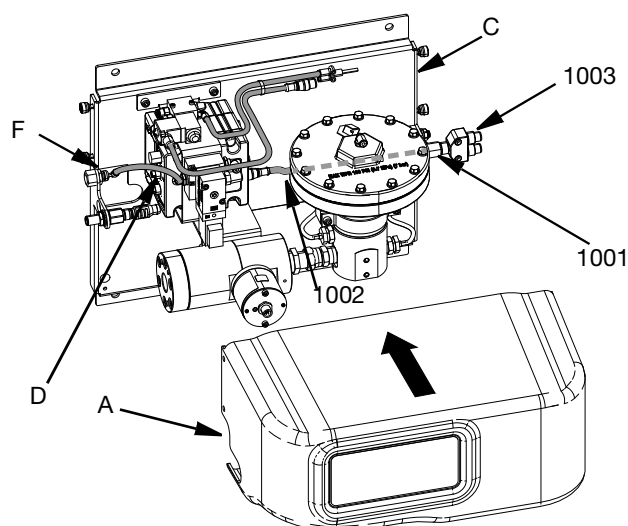

FIG. 9
5. Inserire la linea dell'aria del regolatore (D) nel raccordo a gomito dell'aria in entrata (F).
6. Installare il connettore passante M12 (1001) nella piastra di montaggio del fluido PCF (C).
8. Reinstallare il coperchio PCF (A). Vedere FIG. 9.